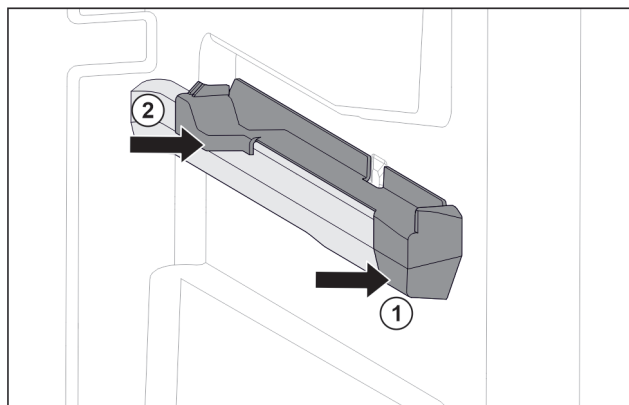

Fig. 109 Oikeanpuoleisen kannattimen kiinnitysosa
- ▶ Aseta kiinnitysosa edestä kannattimeen. Fig. 109 (1)
- ▶ Paina kiinnitysosa takaa paikalleen. Fig. 109 (2)